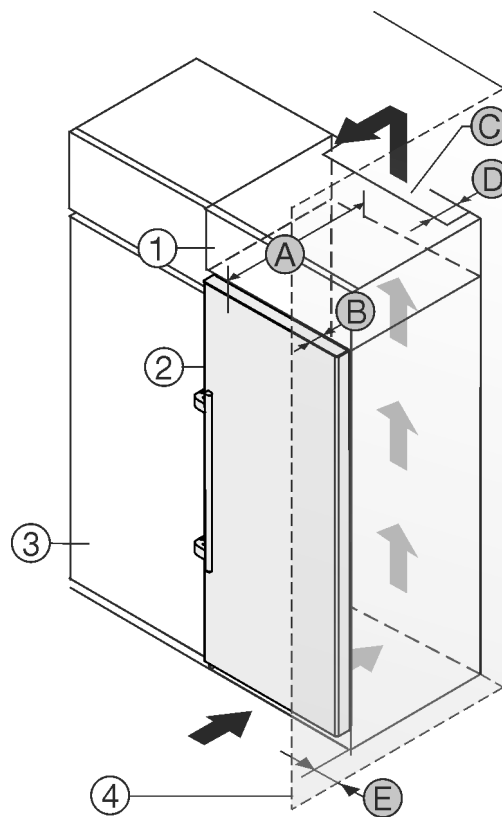

Fig. 1
È possibile posizionare l'apparecchiatura accanto a un mobile da cucina Fig. 1 (3).
Sul lato posteriore dell'armadietto sovrapponibile deve essere presente un vano di scarico dell'aria con la profondità Fig. 1 (D) che attraversa l'intera larghezza dell'armadietto sovrapponibile.
Sotto al soffitto deve essere presente la sezione di ventilazione Fig. 1 (C).
Se si installa l'apparecchiatura con le cerniere accanto a una parete Fig. 1 (4), la distanza tra l'apparecchiatura e la parete deve essere di almeno 57 mm, che corrisponde alla sporgenza della maniglia a porta aperta.
Per poter aprire completamente la porta, installare l'apparecchiatura in modo che sporga dal frontale del mobile da cucina almeno della misura della profondità della porta Fig. 1 (B). L'apparecchiatura può sporgere ulteriormente a seconda della profondità dei mobili da cucina Fig. 1 (3) e dell'utilizzo di distanziatori a parete.